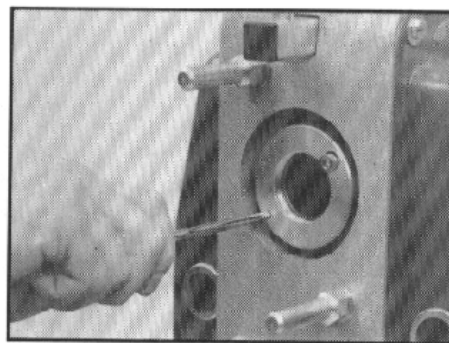

Рис.14.
- a. Ослабьте зажимной винт шайбы подшипника (рис. 14).